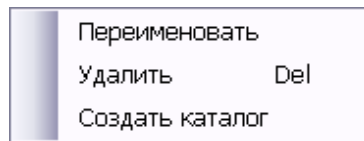

Рисунок 6.133
Контекстное меню (рисунок 6.133) позволяет переименовывать и удалять файлы, создавать каталоги.
– Токи на момент события – отображает значения сохраняемых векторов на момент события. Также отражены таблицы отключений и включений **на текущий момент**, а не на момент события (см. рисунок 6.133);